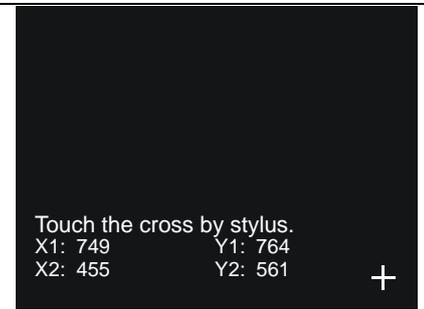

Fig.3
8. Pigiare nuovamente al centro del simbolo " + ", che ora si sposterà in basso a destra nello schermo(Fig.3).